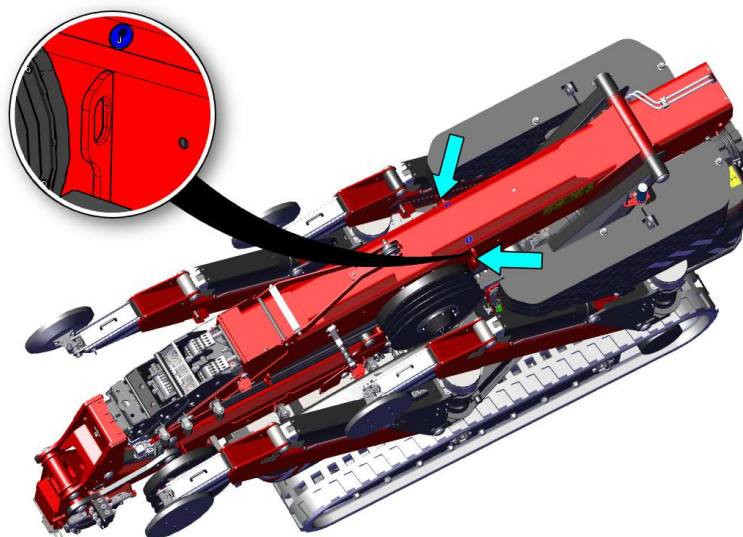

Figure 64
- Hissez la grue compacte à l'aide d'élingues ou d'une élingue chaîne à 2 brins d'une capacité de 9500 kg minimum. Montez celle-ci sur les deux points de hissage à gauche et à droite de la flèche (Voir Figure 64).